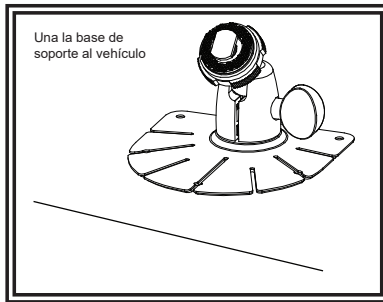

Figura 5
1. Seleccione una posición apropiada en el vehículo y fije la base de soporte (figura 5).